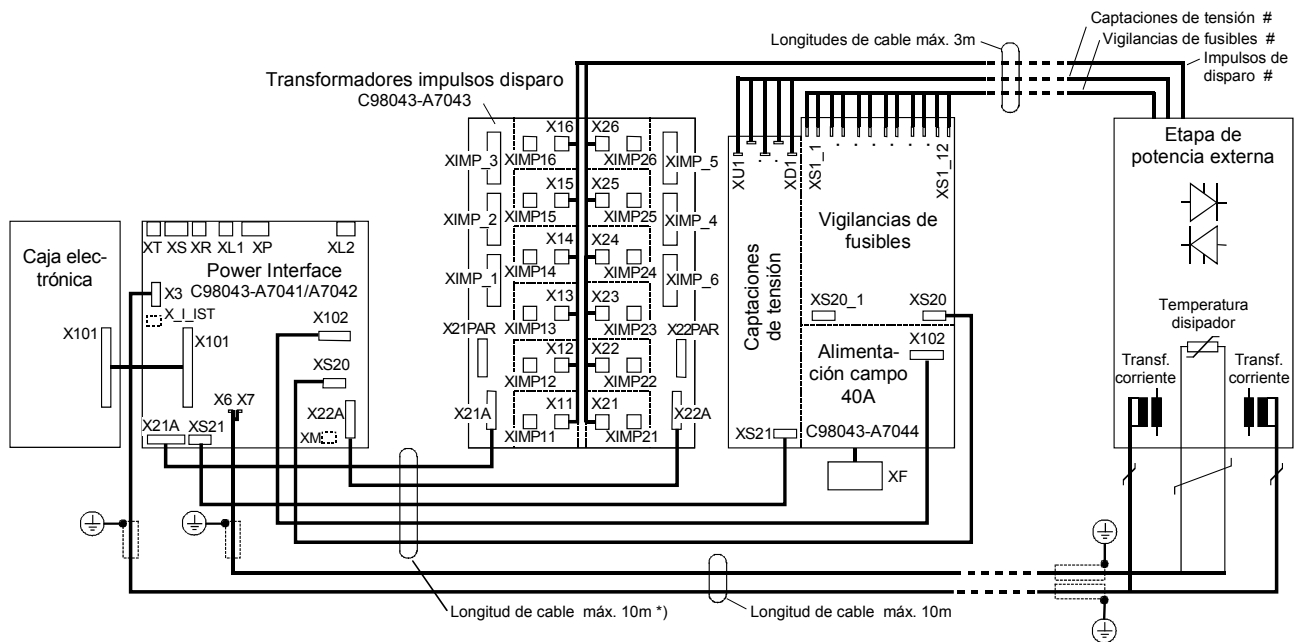

Fig. 6.4.1
1. Semicaja posterior y semicaja frontal montadas una sobre otra o separadas, tarjetas C98043-A7043 y C98043-A7044 no divididas (Fig. 6.4.1)